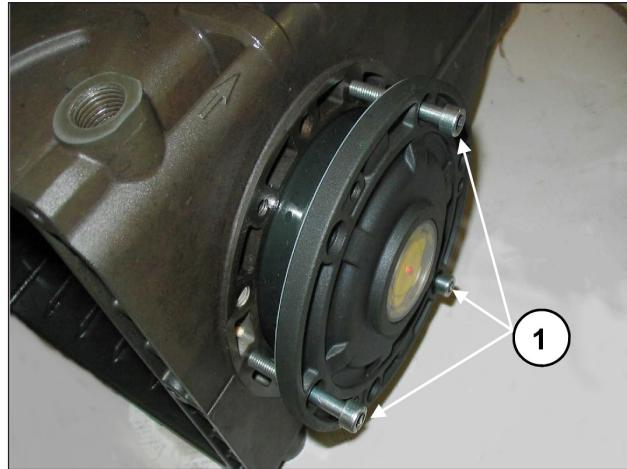

Рис. 8
Для упрощения ввода первого участка и установки крышек на картер рекомендуется использовать 3 винта M6 x 40 с неполной резьбой (Рис. 8, поз. ①), а затем завершить операцию винтами (M6x16) из комплекта поставки.